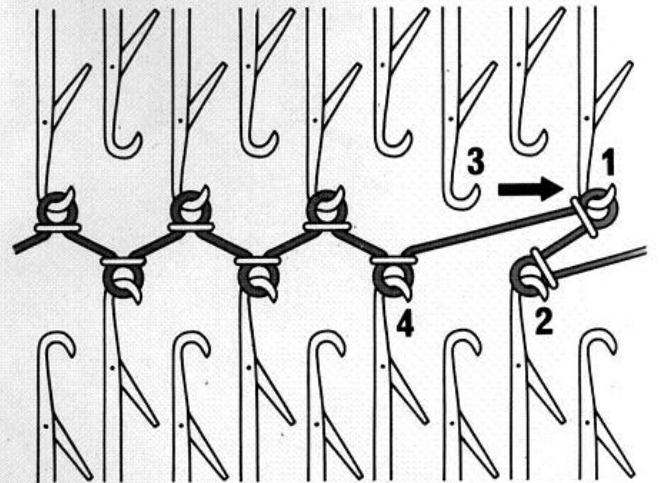

Fig. 53
- Reporter la maille de l'aiguille (3) sur l'aiguille (1) (fig. 53).